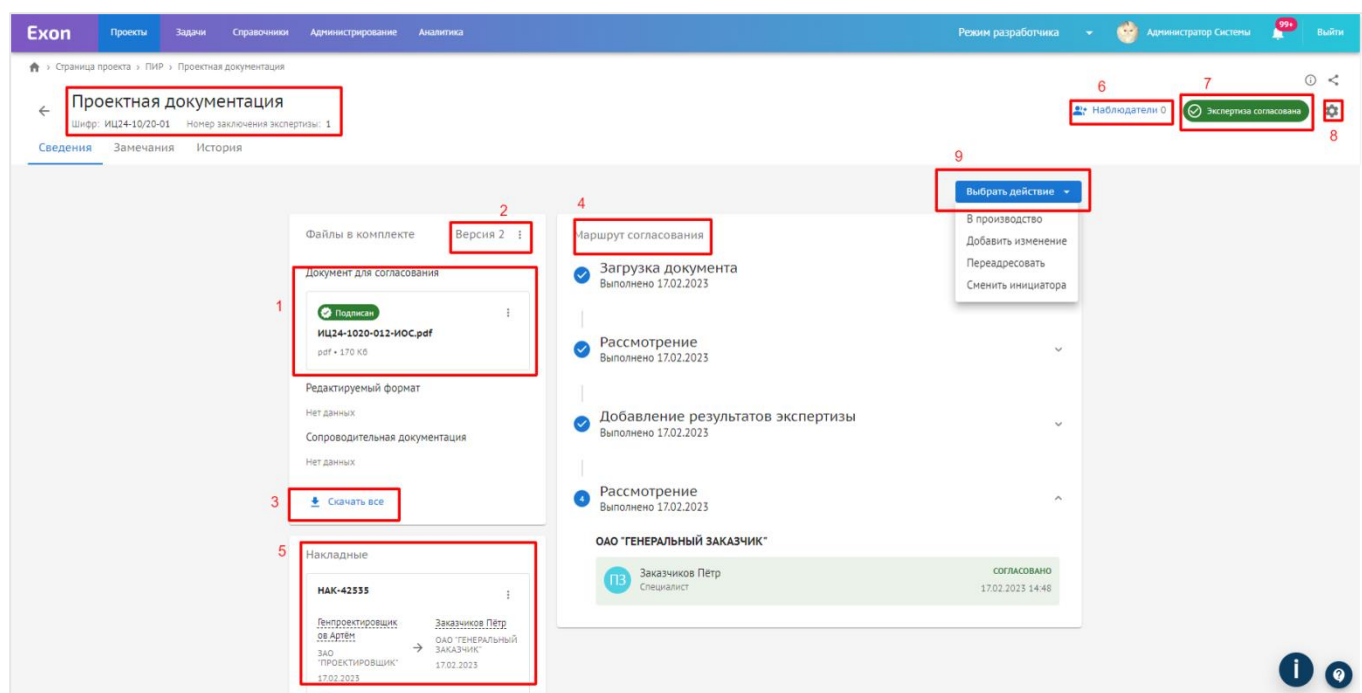

Рис. 79 - Карточка документа
подтвердить получение накладной; кнопку Выбрать действие (9), которая становится доступна после отклонения или подтверждения накладной (рис. 79).